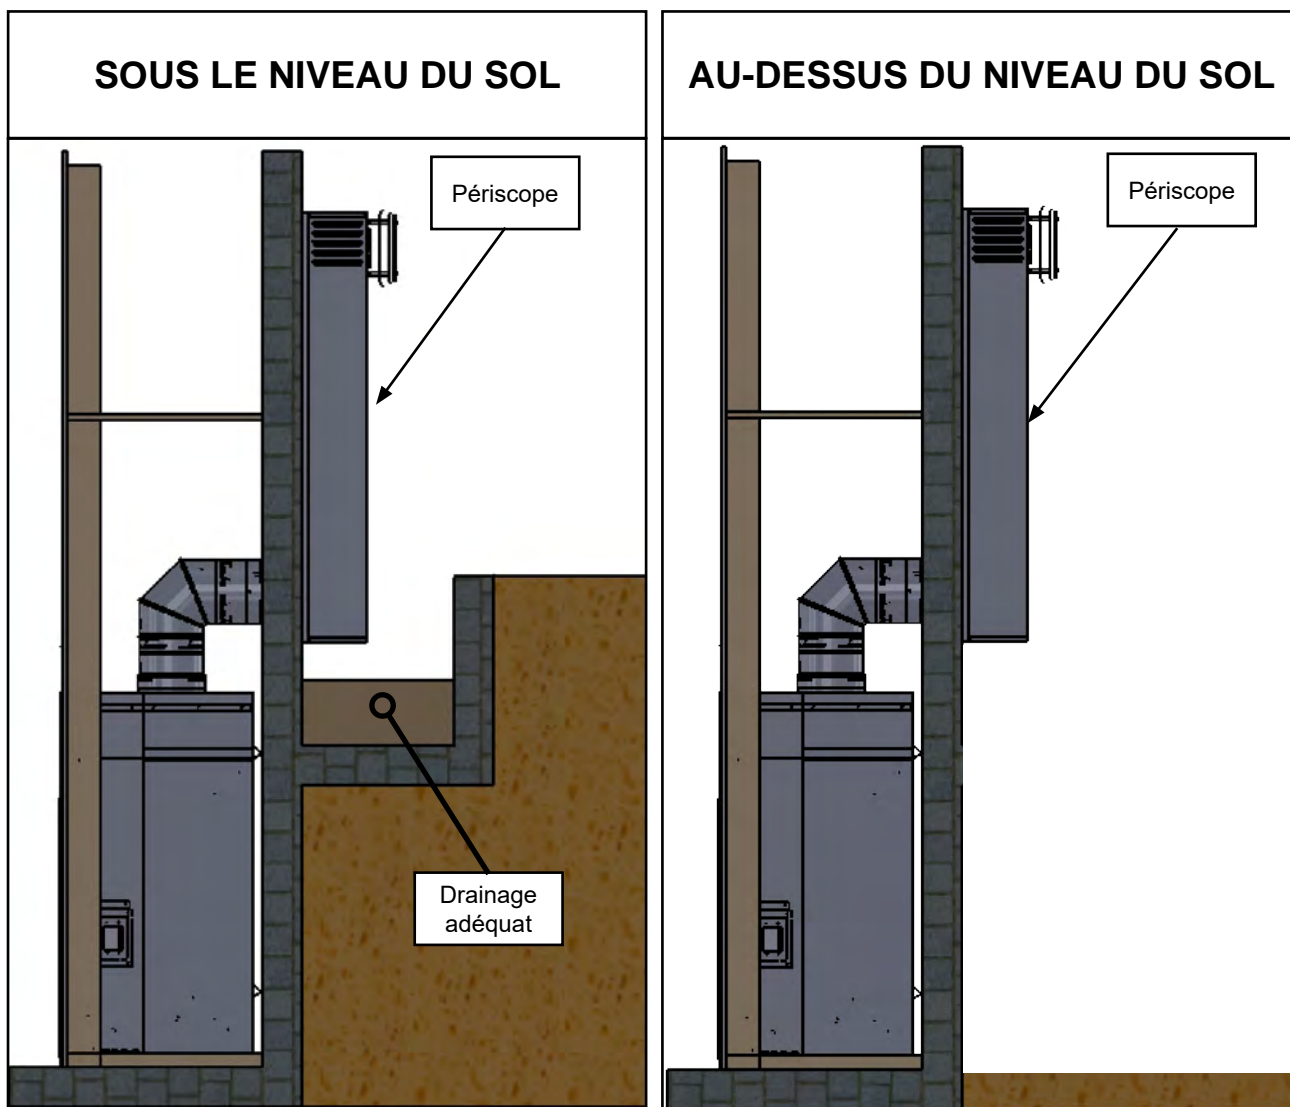

Figure 10.6.01
- Un périscope possède deux coudes de 90° qui comptent dans le calcul du nombre de coudes permis pour le système de cheminée. Par exemple, l'installation illustrée à la **Figure 10.6.01** utilise 3 coudes de 90°.
- Si la terminaison périscopique est installée sous le niveau du sol (p. ex. : pour un sous-sol), un drainage adéquat doit être conçu pour empêcher l'eau d'entrer à l'intérieur de la terminaison périscopique (voir **Figure 10.6.01**).